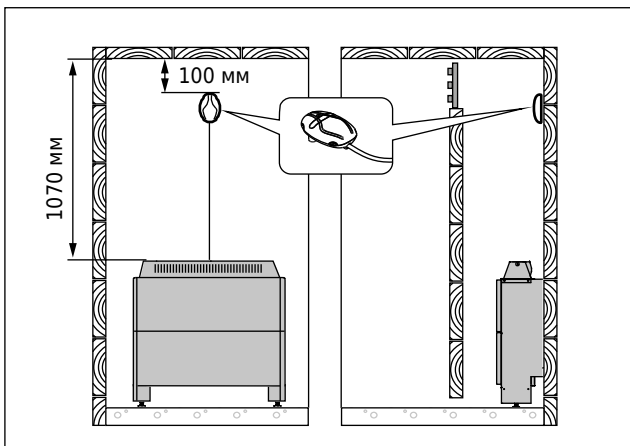

Рисунок 5. Установка датчиков
- Датчик температуры устанавливается на стене над каменкой по вертикальной центральной линии, параллельной сторонам каменки, на расстоянии 100 мм от потолка (рис. 5)